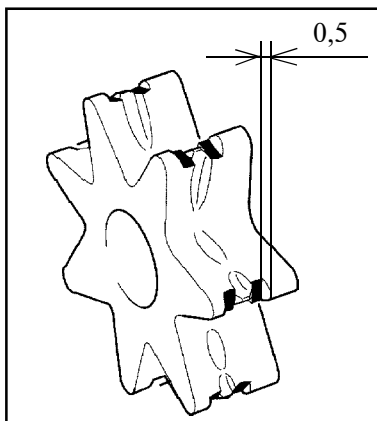

Рисунок 28 - Контроль глубины выработки зуба звездочки ведущей
3.4 Следить за состоянием звездочки ведущей. Если глубина выработки зуба превышает величину приблизительно 0,5 мм, см. рисунок 28, её необходимо заменить.